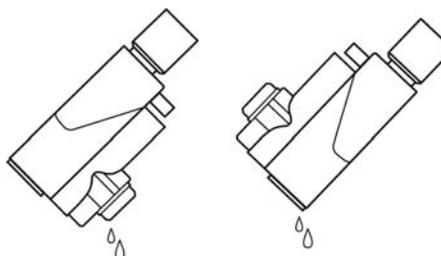

Figure 3. Positionnement du Module d'injection pour faciliter son séchage à l'air
- Sortir le Module d'injection du contenant et laisser s'écouler l'excès d'alcool du connecteur électrique du module, des orifices et du conduit interne de l'injecteur (voir la Figure 3).
13. Sortir le Module d'injection du contenant d'eau ou d'alcool et laisser s'écouler l'excès de liquide du connecteur électrique du module, des orifices et du conduit interne de l'injecteur (voir la *Figure 3*).